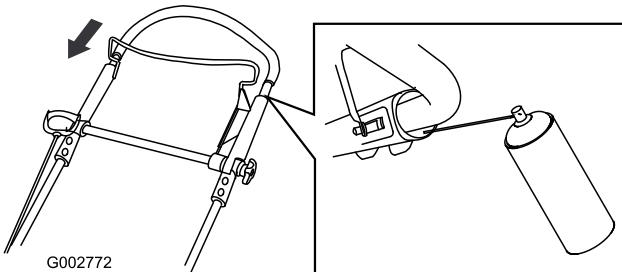

Figura 31
2. Empuje completamente hacia abajo el manillar superior y rocíe la superficie de plástico interior del manillar exterior (Figura 31).